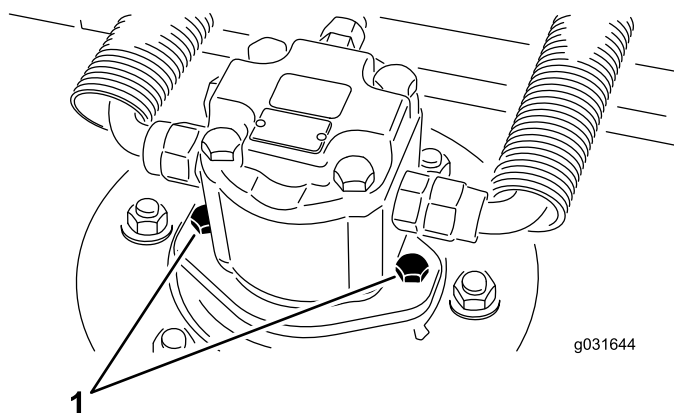

Figura 68
2. Retire os parafusos de montagem do motor hidráulico e desligue e retire o motor hidráulico da unidade de corte (Figura 68).
4. Utilizando os parafusos de montagem do motor hidráulico, instale o motor hidráulico na unidade de corte (Figura 68).